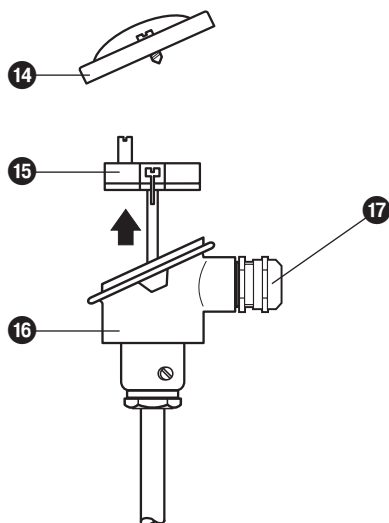

Fig. 9
2. Desenroscar la tuerca de sombrerete **18** del atornillado para cables **17** y extraer el inserto de laminillas **20**. **Fig. 9 y 10**